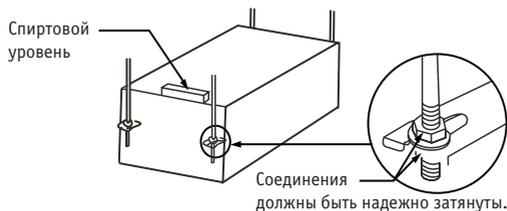

Рис. 5.2
3. Для проверки горизонтальности блока используйте спиртовой уровень. (Не наклоняйте блок в сторону, где отсутствует слив воды. Рекомендуется слегка наклонить блок в сторону слива воды). См. рисунок 5.2.